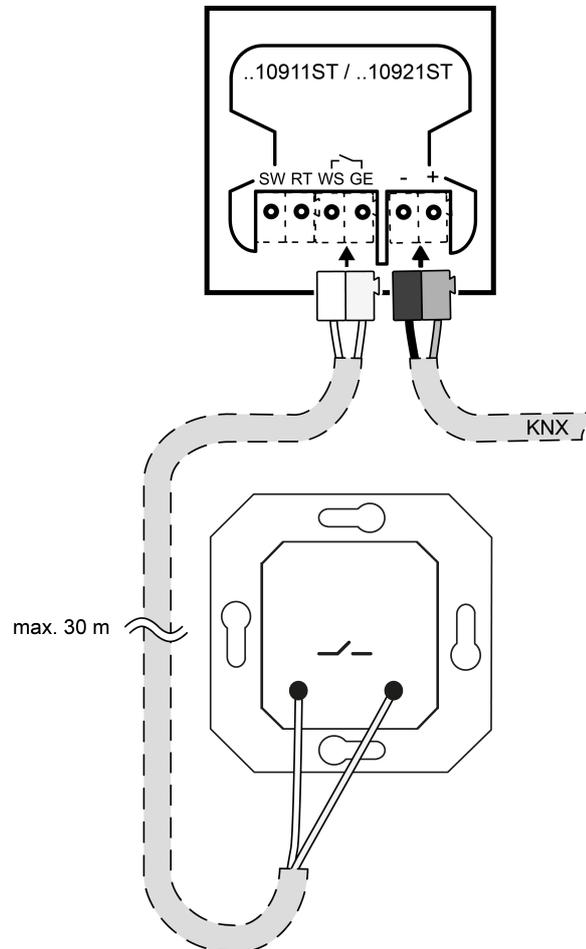

Imagen 5: Conexión de un pulsador
- Opcional: conectar contactos de conmutación externos (por ejemplo pulsadores o contactos Reed) al empalme de unión (Imagen 5).
Conectar contactos de conmutación externos (Imagen 5)